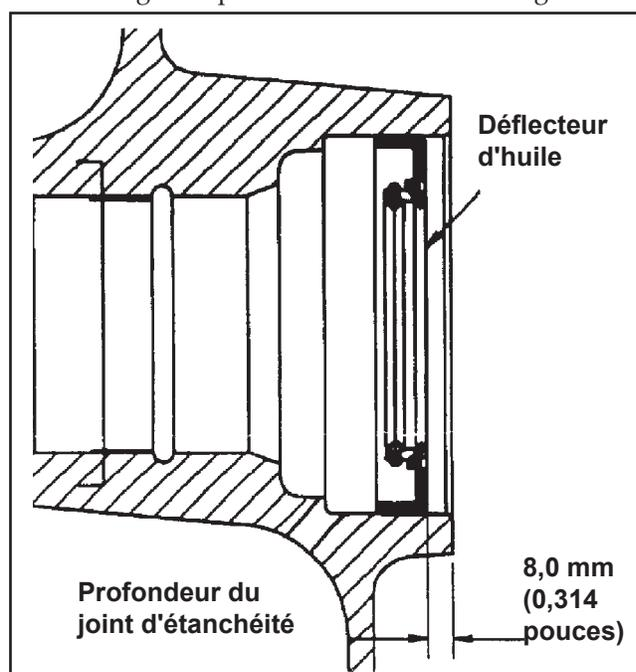

Figure 11-18. Profondeur du déflecteur d'huile dans la plaque de fermeture.
3. Introduire les déflecteurs d'huile dans la plaque de fermeture à l'aide d'un outil de montage des déflecteurs. S'assurer que le déflecteur d'huile est installé à la verticale et corrigé au niveau de l'alésage à la profondeur montrée à la Figure 11-18.